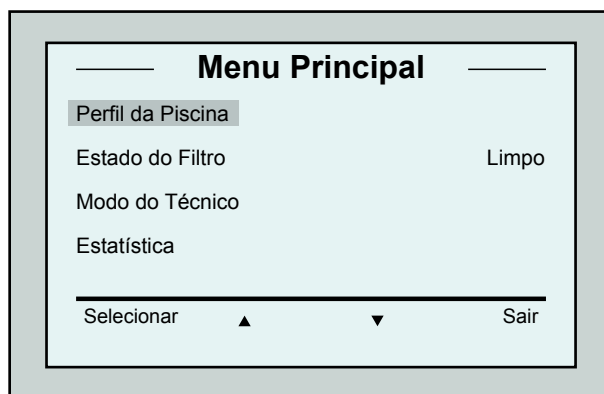

Figura 6: Ecrã Menu Principal
O Dolphin Wave foi projetado para lidar com 4 diferentes configurações de piscina, que quando estão configuradas, são armazenadas na memória do MMI. O robô é pré-configurado de fábrica, com configurações padrão específicas de piscinas, mas que podem ser reconfiguradas. Consulte o primeiro ecrã do Menu Principal, Figura 6 e Configurações Personalizadas, página 103.
2. Pressione **Menu** para entrar no *Menu Principal* (Figura 6).